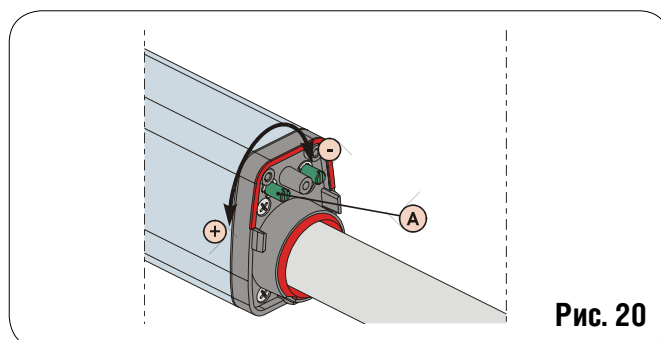

Рис. 20
- 3) Для регулировки концевого выключателя, работающего на открытие – FCA, поверните регулировочный винт против часовой стрелки, Рис. 20А, при необходимости увеличения хода штанги, и по часовой стрелке – для его уменьшения.